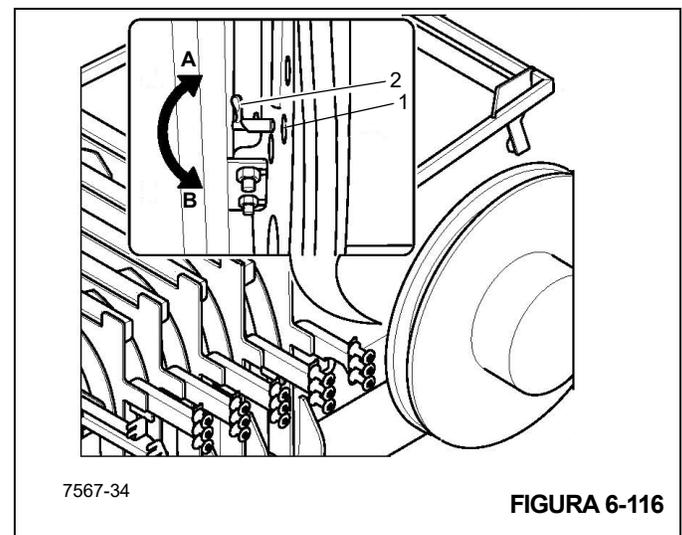

FIGURA 6-116
Los agujeros (1), (Figura 6-116), están distribuidos en la rueda interior del tambor de manguera. Al girar el pestillo (2), (Figura 6-116), se engancha uno de los agujeros para bloquear el tambor, impidiendo que gire.
Gire el pestillo (2), (Figura 6-116), en sentido horario (A), para desengancharlo del agujero.
1. Gire el tambor de manguera hasta que un agujero se alinee con el pestillo (2), (Figura 6-116).
2. Gire el pestillo (2), (Figura 6-116), en sentido contrahorario a la posición (B), hasta que el pestillo se enganche completamente en el agujero.